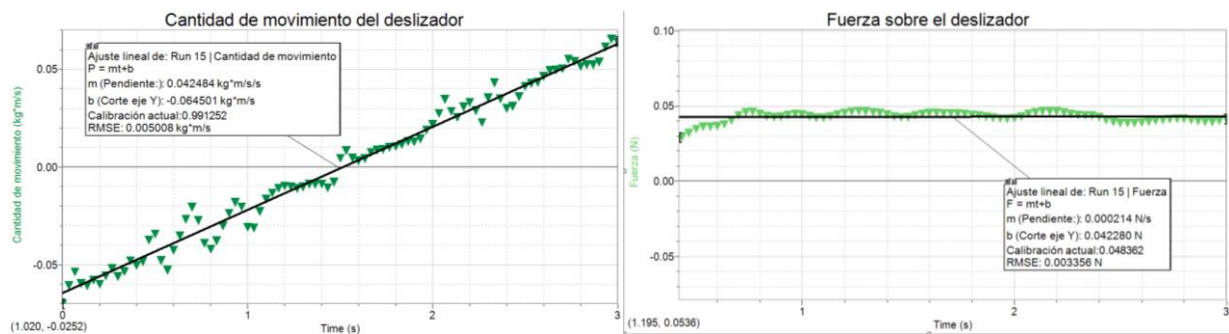

Figura 16. Cantidad de movimiento y Fuerza ejercida sobre el deslizador.
- Realizar un par de nuevas columnas calculadas. Una para la cantidad de movimiento usando la relación $\vec{P} = m\vec{v}$ y el parámetro para la masa definido con anterioridad. Usar esta columna para calcular una nueva donde se muestre la fuerza ejercida sobre el deslizador usando la relación $\vec{F} = \frac{d\vec{P}}{dt}$. En la Figura 16 se encuentra un ejemplo de las gráficas.